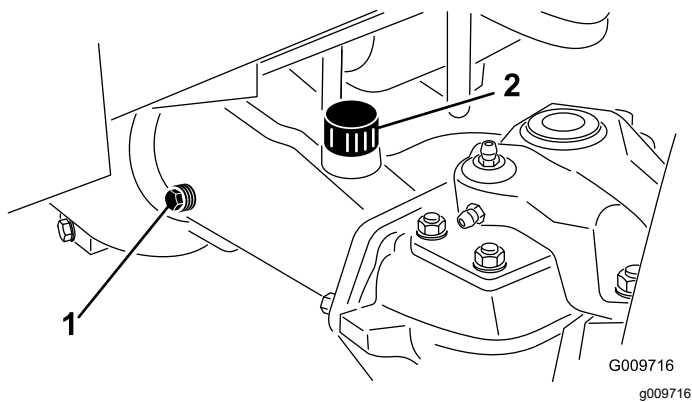

Figure 80
2. Enlevez un bouchon de contrôle à une extrémité du pont et vérifiez que le lubrifiant atteint la base de l'orifice (Figure 80).